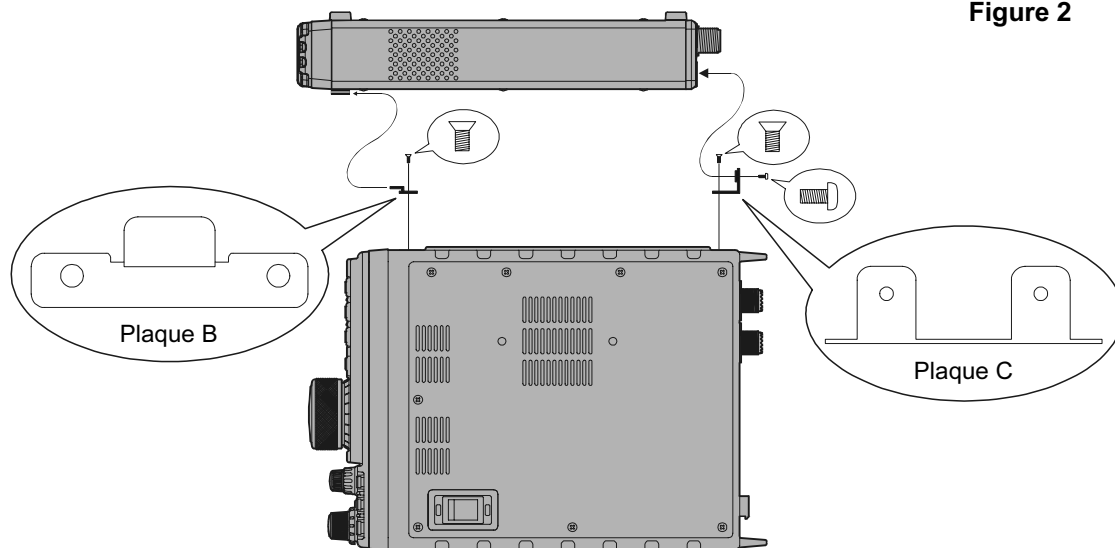

Figure 3
4. Pour installer le FC-30, placez le FC-30 de manière à ce que le côté de la plaque de montage «A» s'adapte à la plaque de montage «B» sur le FT-897 (Figure 3), puis fixez la plaque de montage «C» (sur le FT-897) sur le FC-30 à l'aide des vis fournies (Figure 1).